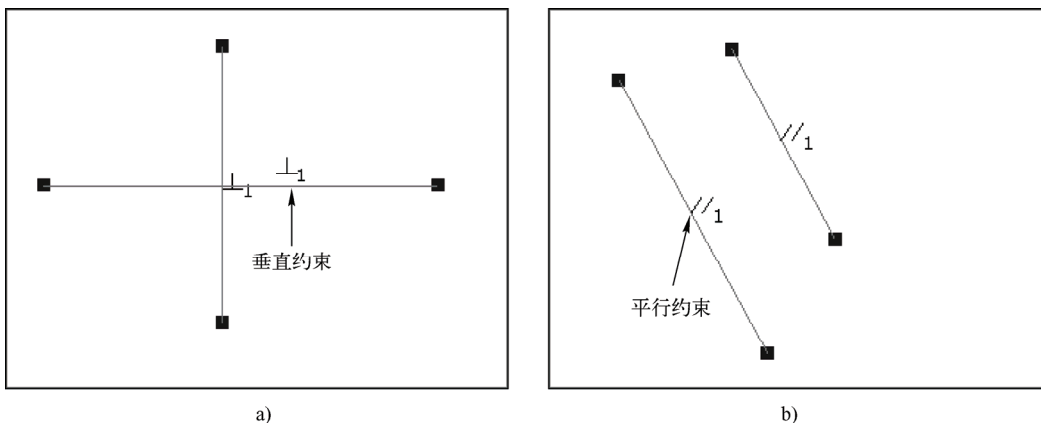

图 2-1 约束符号
- **约束：**定义几何图元或图元间位置关系的条件，约束符号出现在应用约束的图元旁边。例如，可以约束两条线垂直，这时会出现两条线垂直的符号；也可以约束两条线平行，如图 2-1 所示。